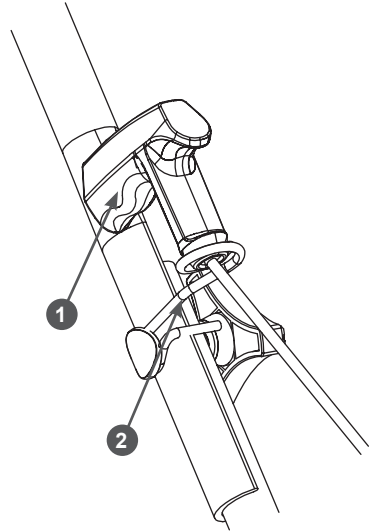

Рис. 8. Крепление ручки стартера
6. Нажмите на рычаг остановки двигателя, потяните за ручку стартера, проденьте шнур стартера через виток кронштейна, как показано на Рис. 8, и закрепите ручку стартера на кронштейне на рабочей рукоятке.